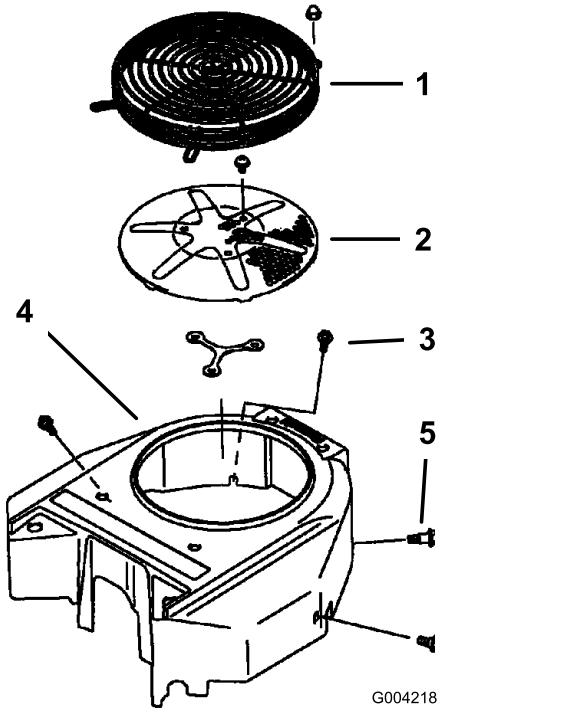

Figura 74
3. Retire la rejilla de entrada de aire, el arrancador de retroceso y la carcasa del ventilador (Figura 74).
5. Instale la rejilla de entrada de aire, el arrancador de retroceso y la carcasa del ventilador (Figura 74).